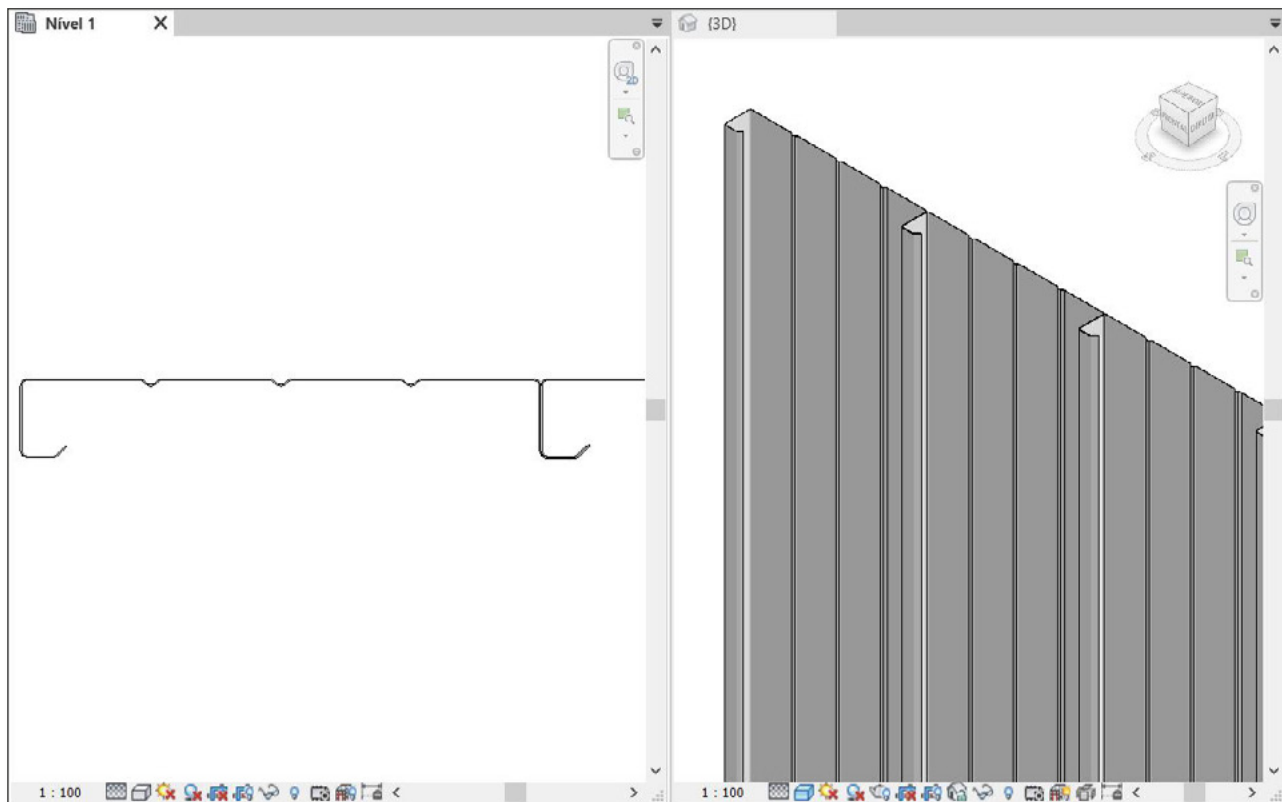

Figura 49 – Exemplo de família de parede cortina da biblioteca BIM da ArcelorMittal inserida no projeto.
6. Tecele "Esc" duas vezes para finalizar o comando de inserção. A Figura 49 mostra um exemplo de telha inserida em planta e em uma vista 3D.